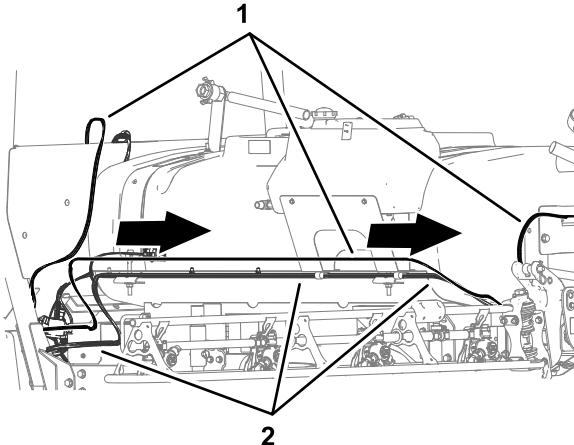

Figure 57
1. Sur le côté gauche de la cuve de pulvérisation, acheminez le faisceau avant vers l'arrière, le long du faisceau du pulvérisateur (Figure 57).